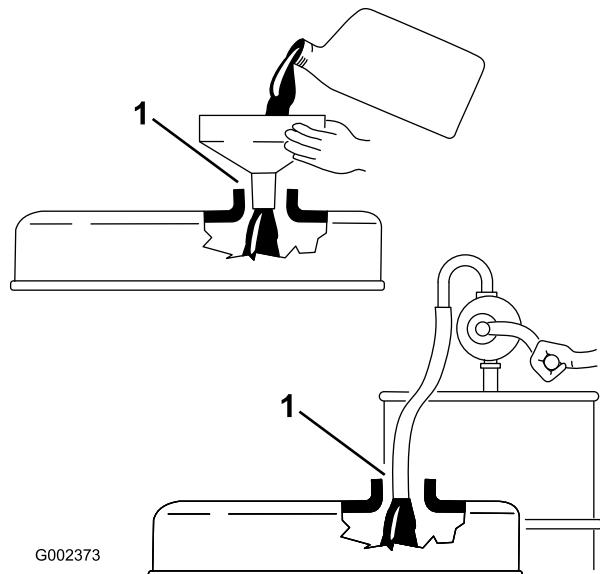

図 24
**重要** エンジンオイルを補給するときには、ディップスティックを抜いておいてください。エンジンオイルを補給する時には、補給口とジョウゴなどの間に 必ず 図 24に示すよ